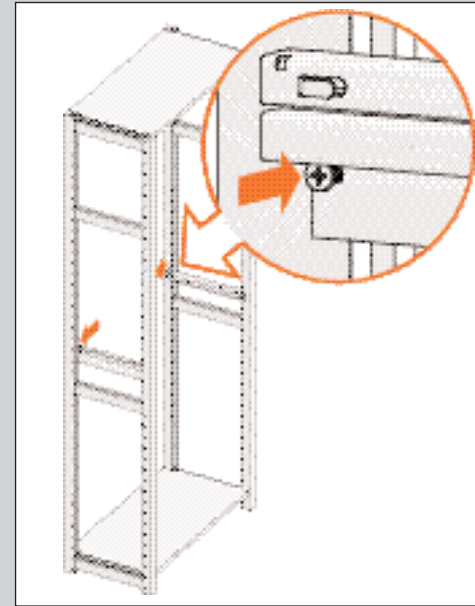

ABBILDUNG 28
6. Ziehen Sie die hinteren Schrauben fest an (siehe Abb. 28).